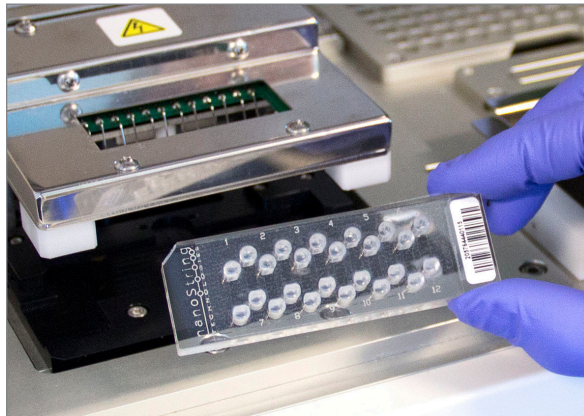

FIGURA 5.18: inserire una cartuccia nuova nella stazione di preparazione seguendo l'orientamento illustrato
- b. Inserire una cartuccia per campioni sotto la struttura degli elettrodi seguendo l'orientamento illustrato nella **FIGURA 5.18**. Posizionare la cartuccia sul piano e farla scorrere in posizione evitando gli elettrodi. Verificare che sia inserita a fondo nell'incavo intagliato. Dopo averla posizionata correttamente, si attiva un dispositivo di bloccaggio che mantiene la struttura in posizione. Se non è inserita a fondo, gli elettrodi possono piegarsi quando la struttura viene chiusa.